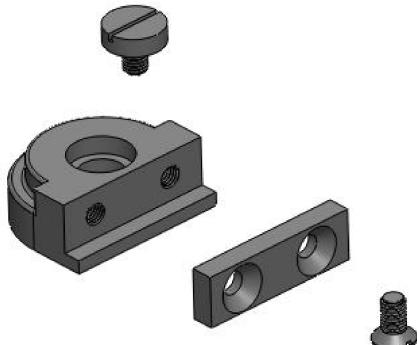

图 7-41 插入零部件
- 04 同理，依次将【开槽沉头螺钉 . sldprt】和【开槽圆柱头螺钉 . sldprt】零部件插入到装配环境中，如图 7-41 所示。